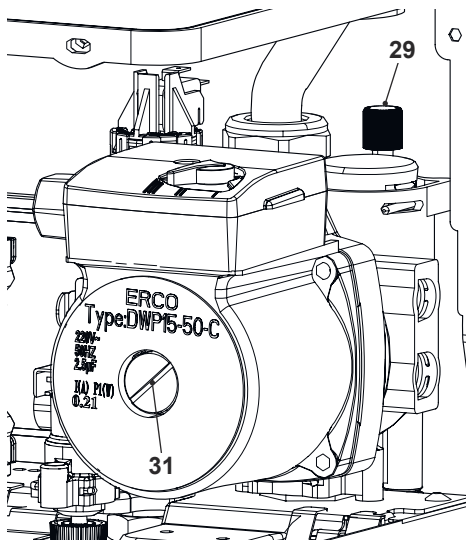

Рисунок 6.3
- Зніміть кришку 31 на рис. 6.3 і вивільніть насос, повернувши робоче колесо за допомогою викрутки.